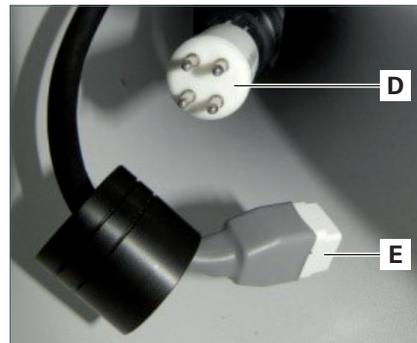

Fig. 3: Lampenfassung auf Lampensockel stecken.
6. Halten Sie den Lampensockel **D** fest und stecken Sie die Lampenfassung **E** auf den Lampensockel, siehe Fig. 3.